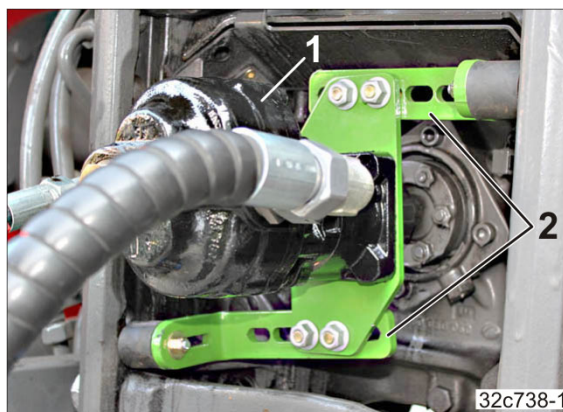

Fig. 133
5. Die Hydraulikpumpe (Fig. 133/1) auf die Traktorzapfwelle aufstecken. Die Hydraulikpumpe besitzt einen QC-Verschluss. Auf korrektes Einrasten des QC-Verschlusses achten.
6. Die Verstellsegmente (Fig. 133/2) so einstellen, dass die Puffer anliegen.